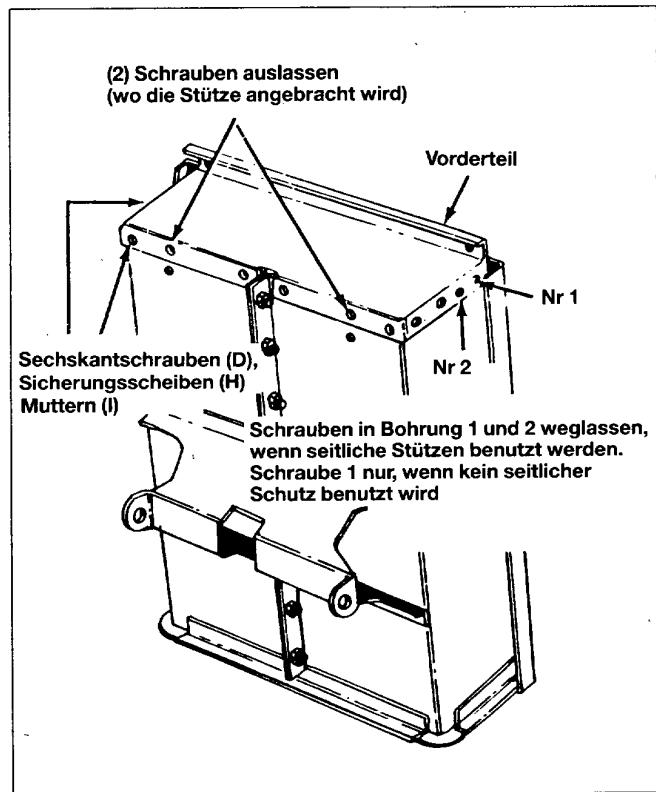

Bild 8
13. Die Vorderwand am offenen Teil des Wagens anbringen, 6x12 mm Sechskantschrauben (D), Sicherungsscheiben (H) und Muttern (I) benutzen. Schraubenköpfe zur Innenseite des Wagens hin. Siehe Bild 8.
ACHTUNG! Schrauben in Bohrung 1 und 2 weglassen, wenn seitliche Stützen benutzt werden. (Zusatzausrüstung) Siehe Bild 8.